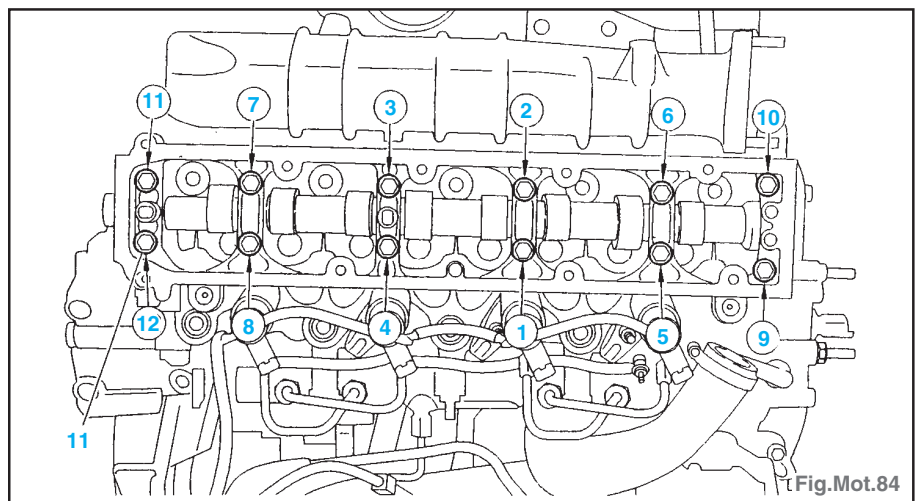

Fig.Mot.84
- Serrer de 1 à 12 à 1 daNm (Fig.Mot.84).